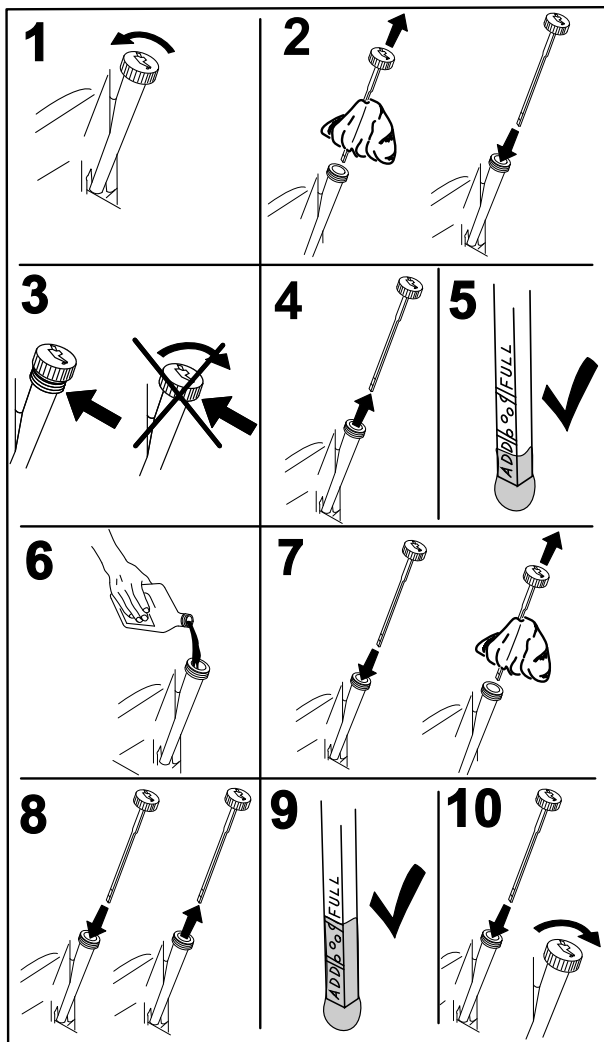

Figure 31
2. Contrôlez l'huile comme montré à la Figure 31.